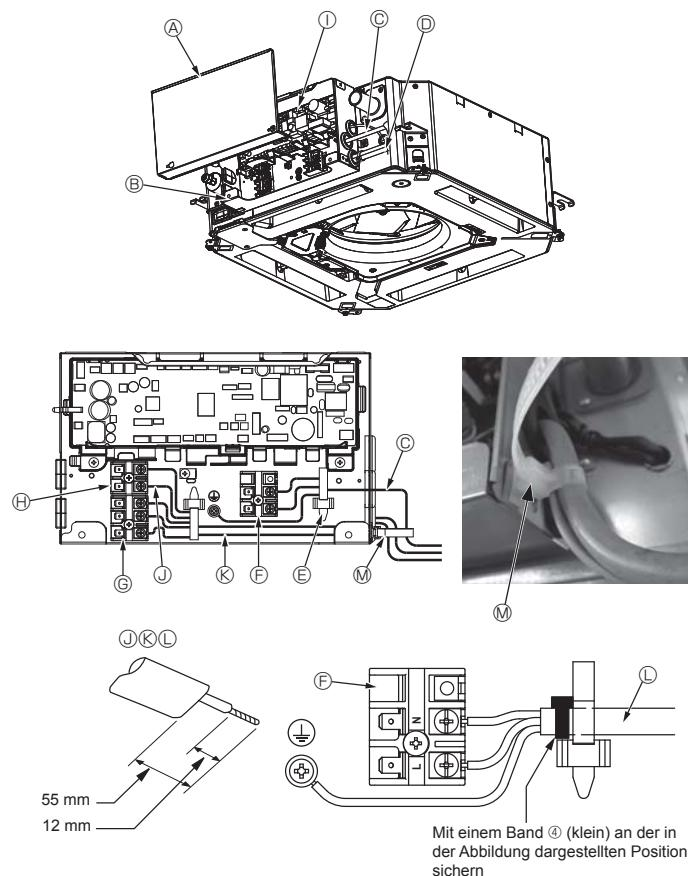
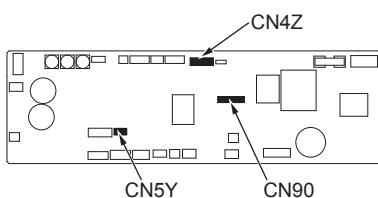
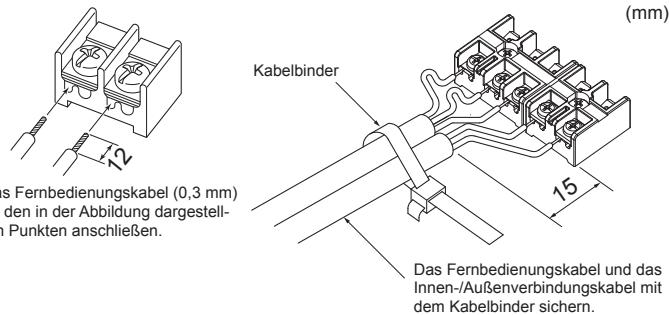

Fig. 4-1
Fig. 4-2
Fig. 4-3
- ⑱ Band (groß)
- ⑲ Dränageauslass (transparent)
- ⑳ Toleranz für den Einsatz
4.1. Innengerät (Fig. 4-1, Fig. 4-2, Fig. 4-3)